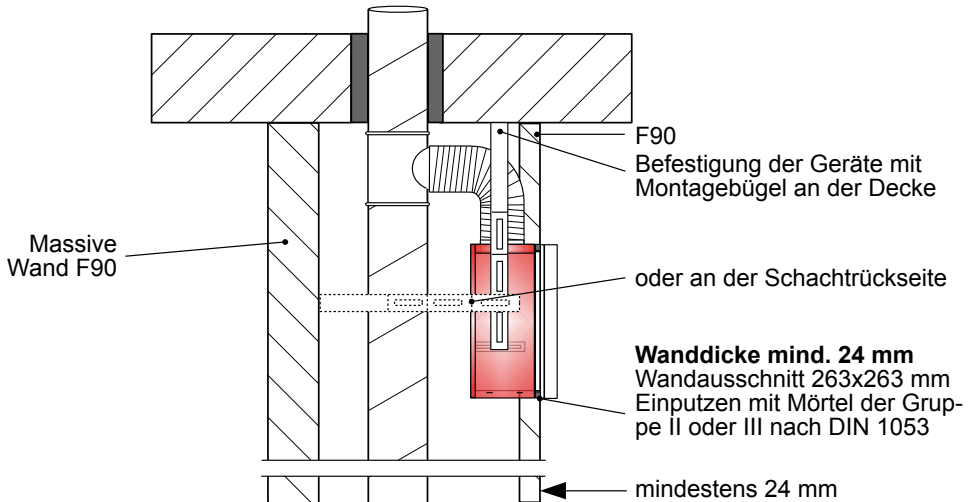

Abb. 20: Wandstärken mit mindestens 24 mm
- Die Wand des feuerwiderstandsfähigen Schachts oder der Lüftungsleitung muss immer eine Mindestdicke von 24 mm aufweisen (siehe Abb. 20).
- Der Einbau in feuerwiderstandsfähigen Schächten oder Lüftungsleitungen muss mit dem Montagebügel MB-V, Art.-Nr. 4452, erfolgen. Der Montagebügel wird an der feuerwiderstandsfähigen Geschossdecke oder an der Rückseite der Schachtwand befestigt (siehe Abb. 20).